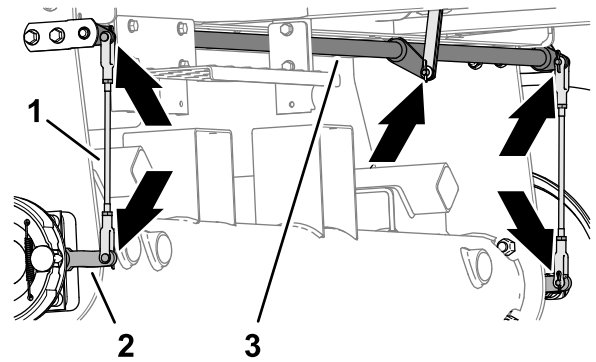

Figura 71
1. Verifique se existem danos e desgaste nos conjuntos da barra dos travões esquerdo e direito (Figura 71).
2. Verifique o veio da articulação dos travões (Figura 71) em relação a danos e desgaste.